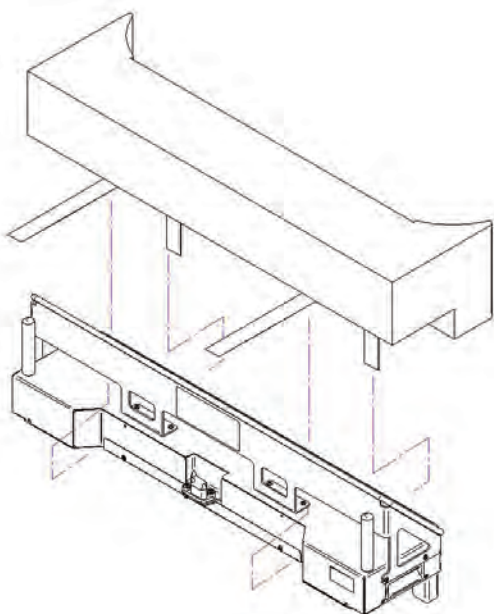

Figure 2-117 : Fixation du matelas au prolongateur de lit en option avec une sangle
1. Avec une sangle, fixer le coussin prolongateur de matelas au prolongateur de lit en option (Figure 2-117 à la page 2-111).